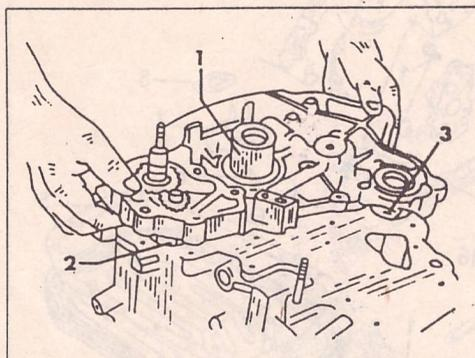

Рис. 93.
- Вставить, как показано на рис. 93 отвертку для удержания вала в своем положении и затянуть болт крепления вала.